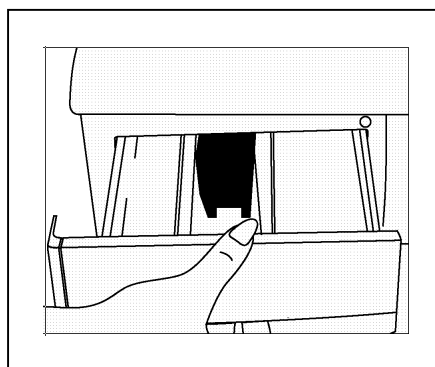

Fig.14
- Tirez le tiroir jusqu'au bout (fig. 14)